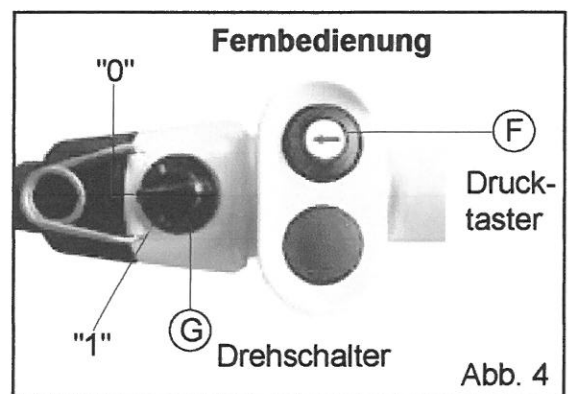

Abb. 4
- Manuelle Bedienung mit der Taste Fernbedienung (F) sowie (G) -Schalterstellung "0", (Abb. 4)
- Automatik Einstellung über Zeitsteuerung mit der Fernbedienung (G) -Schalterstellung "1", (Abb. 4)
Bedienen Sie den Drucktaster (F) an der Fernbedienung so oft, bis sich der Hydraulikschrauberantrieb bei wiederholtem Male nicht mehr dreht und der vorher eingestellte Betriebsdruck erreicht ist. Drücken Sie dann noch ein oder zwei mal den Drucktaster der Fernbedienung (F), bis der vorher eingestellte Betriebsdruck erreicht ist, um sicherzustellen, dass das aufgebrauchte Drehmoment auf die Schraubverbindung übertragen ist und der Hydraulikschrauber nicht nur am Endanschlag des Hydraulikkolbens zum Stehen kommt (Abb. 4).
Wenn keine Betätigungen an der Fernbedienung erfolgen, schaltet die **EHP/EHPC-Hydraulikpumpe** aus Sicherheitsgründen nach ca. 3–5 Sekunden selbstständig ab und wird dann durch erneutes Betätigen des Drucktasters (F) an der Fernbedienung wieder eingeschaltet (Abb. 4).
Schalten Sie den Motor ein und stellen Sie den entsprechenden Betriebsdruck gemäß der beiliegenden Drehmomenttabelle ein. Die Funktion „AUTOMATIK“ wird durch Umschalten des Drehschalters (G) auf „1“ an der Fernbedienung (Abb. 4) ausgelöst. Diese Automatiksteuerung basiert auf der Grundlage einer Zeitsteuerung, wobei 19 verschiedene Zeitintervalle verschiedenen Hydraulikschraubergrößen entsprechen. Die Zuordnung zum jeweiligen Hydraulikschraubertyp kann manuell vor Ort durchgeführt und eingestellt werden. Damit ist es möglich, 19 verschiedene Hydraulikschraubergrößen automatisch zu steuern.
Drehen Sie dann den Schalter (G) an der Fernbedienung wieder zurück auf die Ausgangsstellung „0“ (Abb. 4).
Drücken Sie dann noch ein oder zwei mal den Drucktaster (F) der Fernbedienung (Abb. 4), bis der vorher eingestellte Betriebsdruck erreicht ist, um sicherzustellen dass das aufgebrachte Drehmoment auf die Schraubverbindung übertragen ist und der Hydraulikschrauber nicht nur am Endanschlag des Hydraulikkolbens zum Stehen kommt.